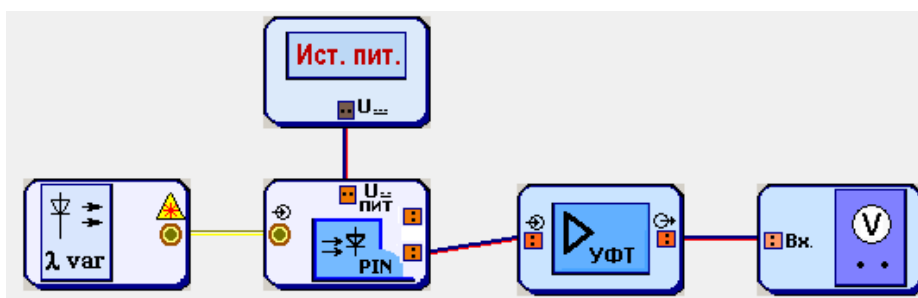

Рис. 7.9. Схемы исследования спектральной чувствительности ФД
Схема исследования спектральной чувствительности представлены на рис. 7.9. Объектом исследования является фотодиод р-і-п структуры (PIN ФД).
1. Соберите схему, показанную на рис. 7.9.